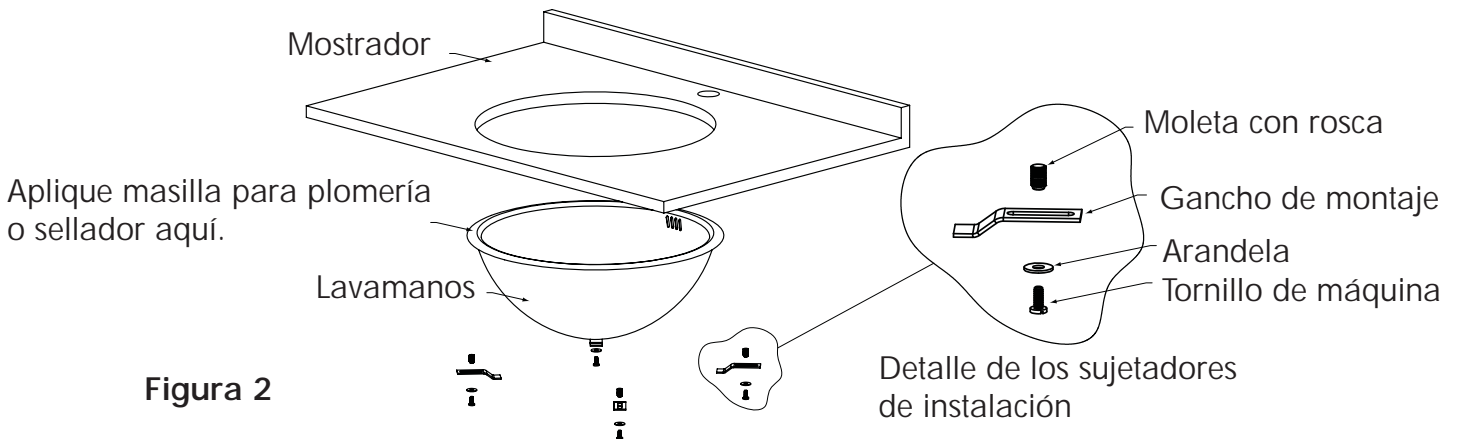

Figura 2
- o Vea la figura 2, de detalle de los sujetadores de montaje [Instalación de mostradores de superficie sólida con un mínimo espesor de 1" (25mm). El instalador debe proporcionar anclajes para los mostradores menos gruesos.]
- o Para las superficies sólidas, taladre el agujero del anclaje con **3/8" de diámetro x 1/2" de profundidad**. Aplique una cantidad pequeña de adhesivo "epoxy" (no proporcionado) para sellar el extremo de la **moleta con rosca (C)**. Inserte la moleta con rosca (con el extremo roscado abierto expuesto).
- o Coloque los **sujetadores de instalación inferior (B)** para sostener el lavamanos en su lugar.